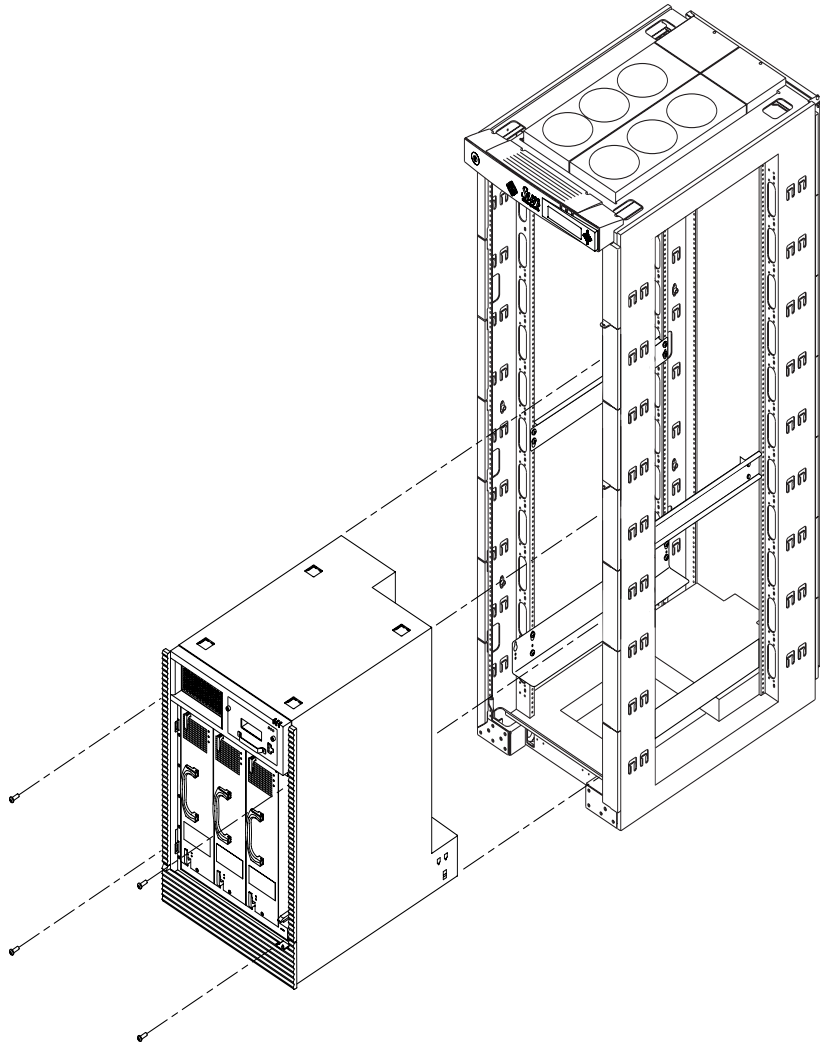

图 2-4 将 Sun Fire 4800 系统安装到 Sun Fire 机柜
2. 从前端将系统插入机柜的底端安装滑轨上 (图 2-4)。